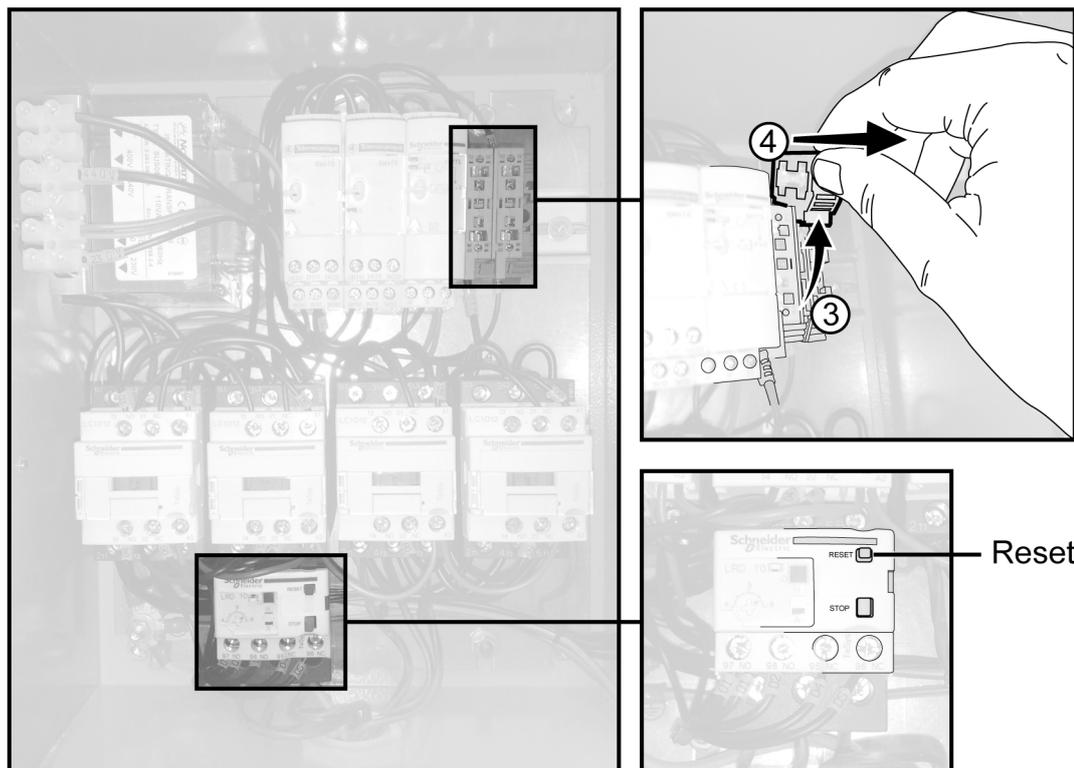

Abbildung 4-9. Gerätefach
3. Drücken Sie auf die Resettaste des Motorschutzes, siehe Abbildung 4-9, Seite 21.
3. Klappen Sie den Sicherungshalter hoch, siehe Pos. 3 in *Abbildung 4-9, Seite 21*.
4. Ziehen Sie den Sicherungshalter ab, siehe Pos. 4 in *Abbildung 4-9, Seite 21*.